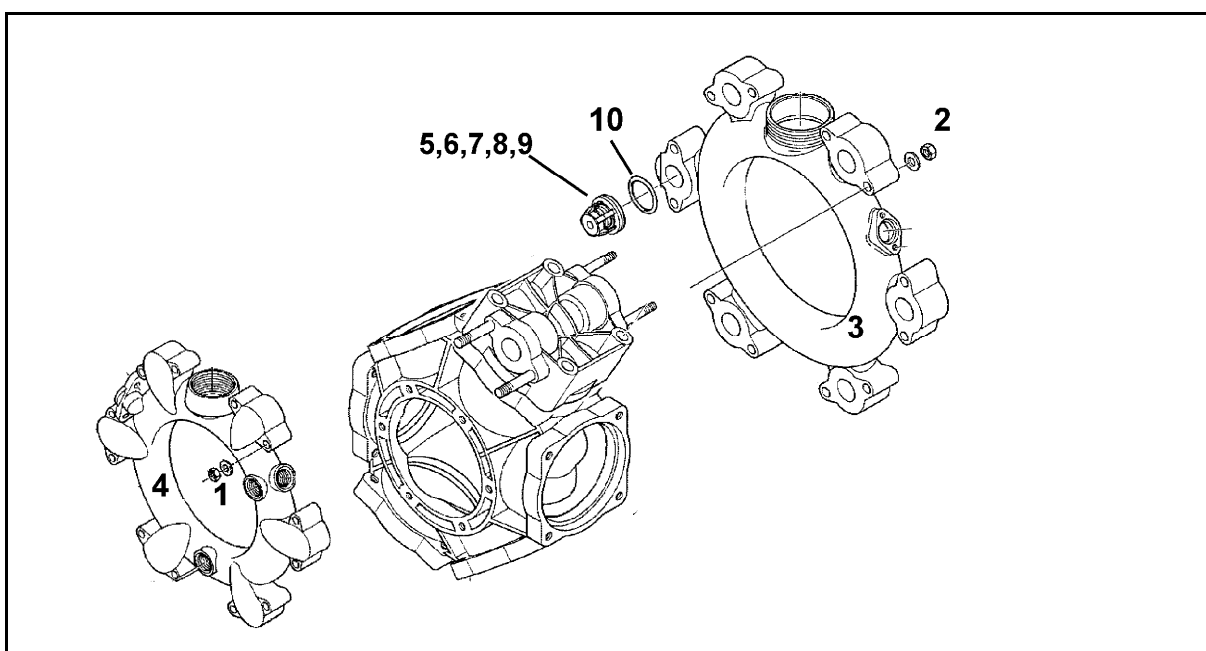

Рис. 175
1. Проверьте, виден ли уровень масла на маркировке (Рис. 175/1) при неработающем и находящемся в горизонтальном положении насосе
2. Снимите крышку (Рис. 175/2) и долейте масло, если на маркировке (Рис. 175/1) не виден уровень масла.
2. Снимите крышку (Рис. 175/2).
5. Вращайте приводной вал попеременно влево и вправо и медленно заливайте новое масло. Достаточное количество масла залито, когда масло становится видно на маркировке (Рис. 175/1).
- Обратите внимание на монтажное положение клапанов на стороне всасывания и нагнетания, прежде чем вынуть клапанные группы (Рис. 175/5).
- При сборке старайтесь не повредить направляющую втулку клапана (Рис. 175/9). Повреждения могут привести к блокировке клапанов.
- Гайки (Рис. 175/1,2) обязательно затягивать крест-накрест с соблюдением указанного момента затяжки. Неквалифицированное затягивание винтов ведет к перетяжке и, следовательно, к негерметичности.
2. Отверните гайки (Рис. 175/1,2).
3. Снимите каналы всасывания и нагнетания (Рис. 175/3 и Рис. 175/4).
4. Выньте клапанные группы (Рис. 175/5).
5. Проверьте гнездо клапана (Рис. 175/6), клапан (Рис. 175/7), пружину клапана (Рис. 175/8) и направляющую втулку клапана (Рис. 175/9) на повреждения и износ.
6. Снимите кольца круглого сечения (Рис. 175/10).
8. Проверьте, очистите и установите клапанные группы (Рис. 175/5) на место.
9. Установите новые кольца круглого сечения (Рис. 175/10).
10. Прифланцуйте каналы всасывания (Рис. 175/3) и нагнетания (Рис. 175/4) к корпусу насоса.
11. Затяните гайки (Рис. 175/1,2) крест-накрест с моментом затяжки **11 Нм**.